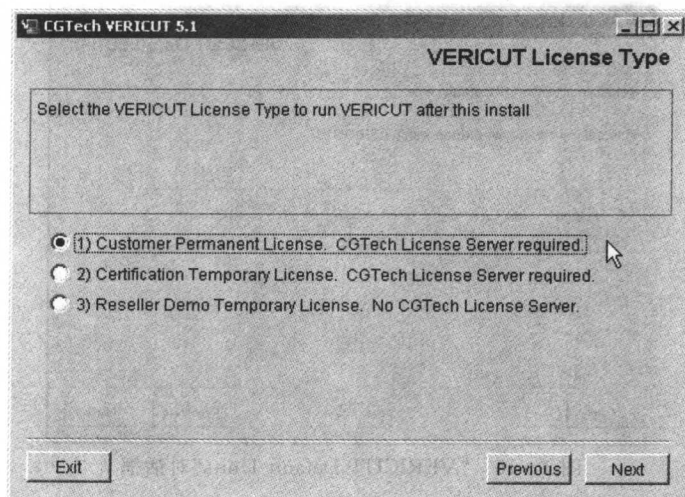

图 1-13 “VERICUT License Type”对话框
(8) 单击“Next”按钮,弹出“VERICUT License Type”对话框,如图 1-13 所示,选中“Customer Permanent License. CGTech License Server required”复选钮,设定软件的许可类型为永久型。